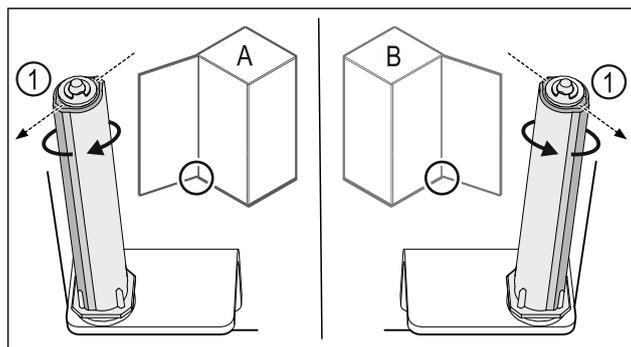

Fig. 41 Ľavý doraz (A)/pravý doraz (B)
- ▶ Otáčajte systém zatvárania proti odporu, kým nebude mostík systému zatvárania Fig. 41 (1) ukazovať von.